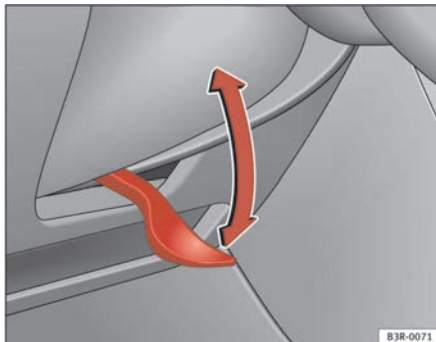

Fig. 145 Alavanca por baixo da coluna de direcção
- Puxe a alavanca ⇒ fig. 145 para baixo ⇒ ⚠.